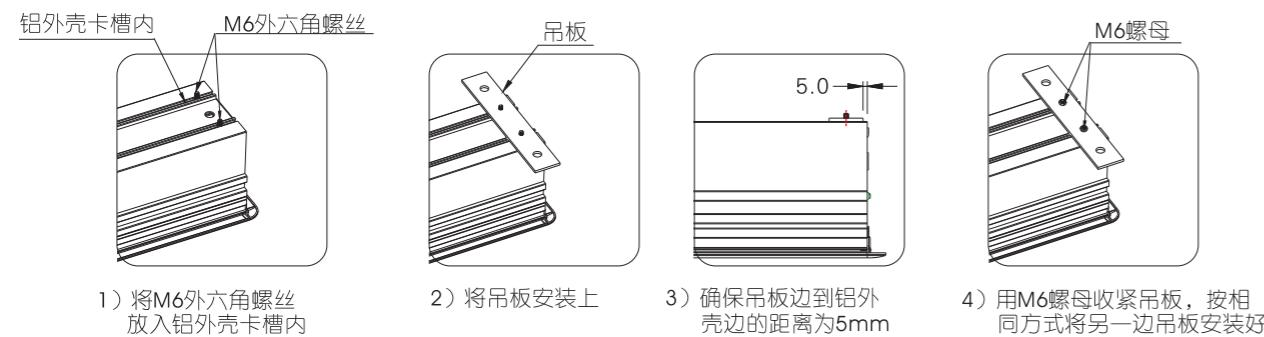

图12
5. 将整支银幕开口向下放置，用M6螺丝、螺母将左右二块吊板安装在银幕上，安装步骤如图12所示：